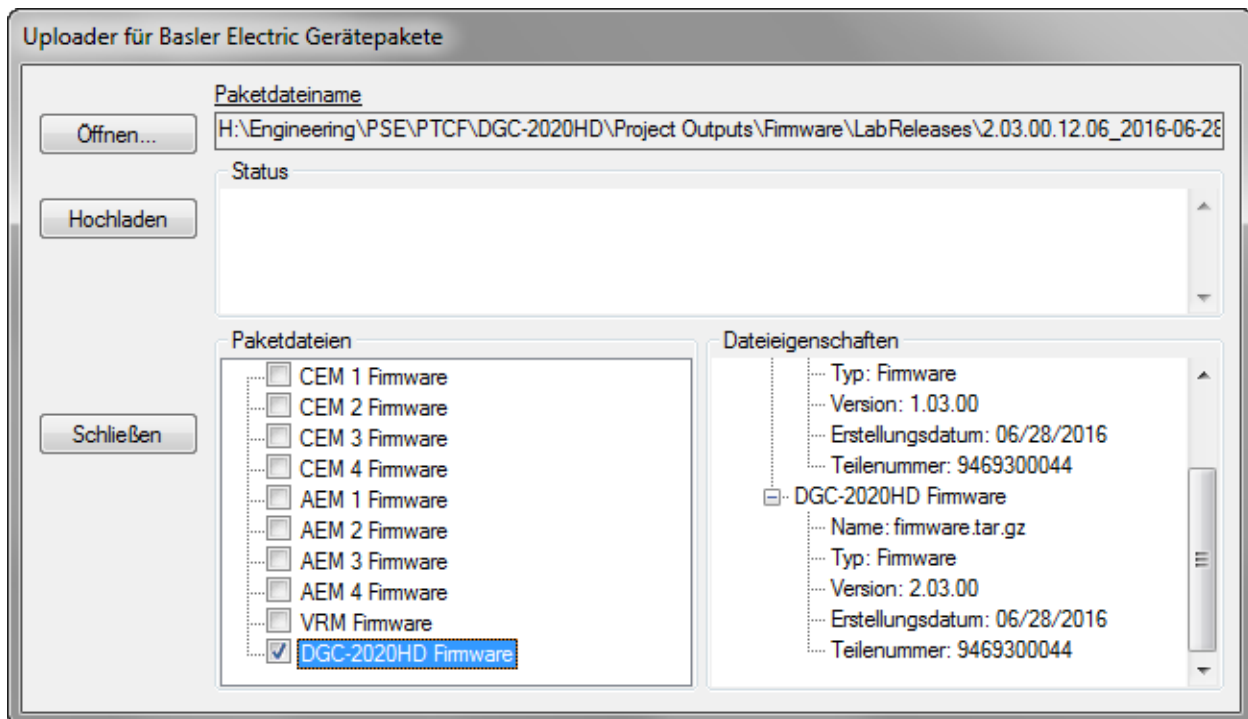

Abbildung 1-3. Uploader für Basler Electric Gerätepakete
7. Wenn das Fenster 'Basler Electric Uploader für Gerätepakete' (Abbildung 1-3) angezeigt wird, klicken Sie die Schaltfläche Öffnen, um das Gerätepaket zu suchen, das Sie von Basler Electric erhalten haben. Die Paketdateien werden gemeinsam mit den Dateidetails aufgelistet. Klicken Sie ein Häkchen in die Kästchen neben den einzelnen Dateien, die Sie hochladen wollen.